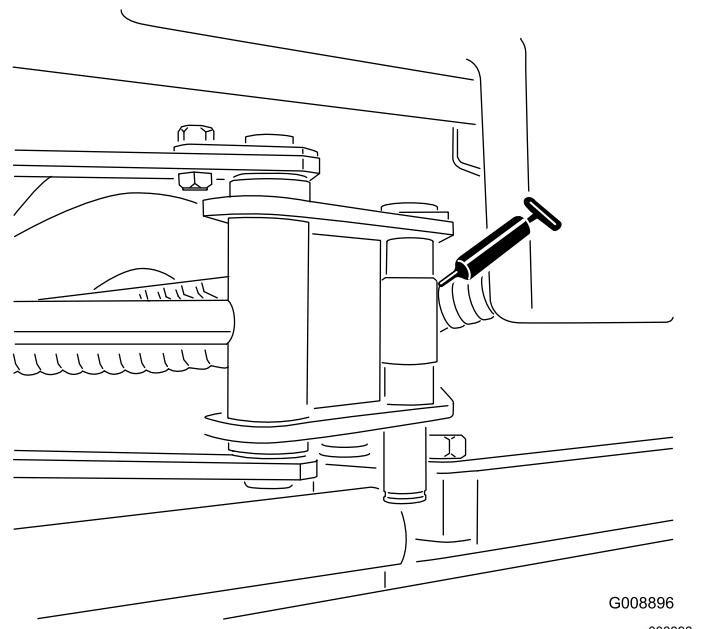

Bild 36
- 2 Ausleger-Zylinderenden (Bild 36)